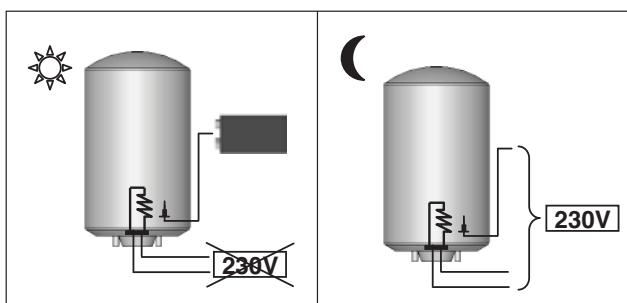

Figura 13 – PROfessional TECH Alimentação nocturna + baterias
① Alimentação nocturna + baterias
- > Resistência ⇒ Alimentação nocturna (exclusivo duplo regime horário) (Figura 13).